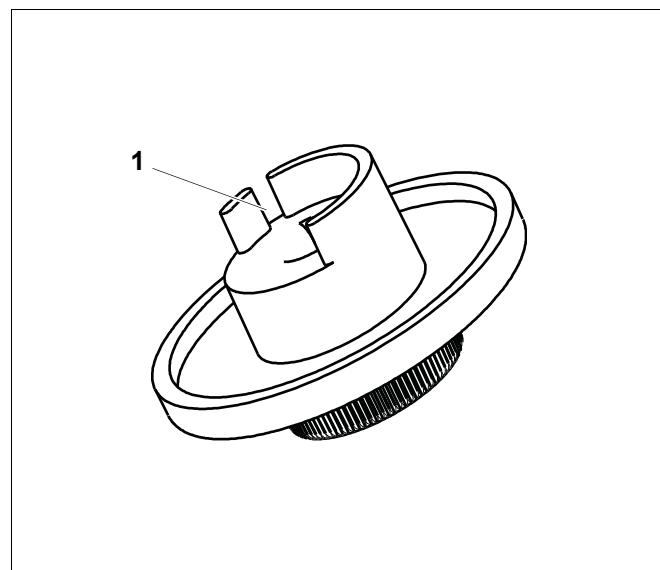

Рис.4 Ручка настройки
- Отломите стопор ( $\rightarrow$  рис. 4, [1]).